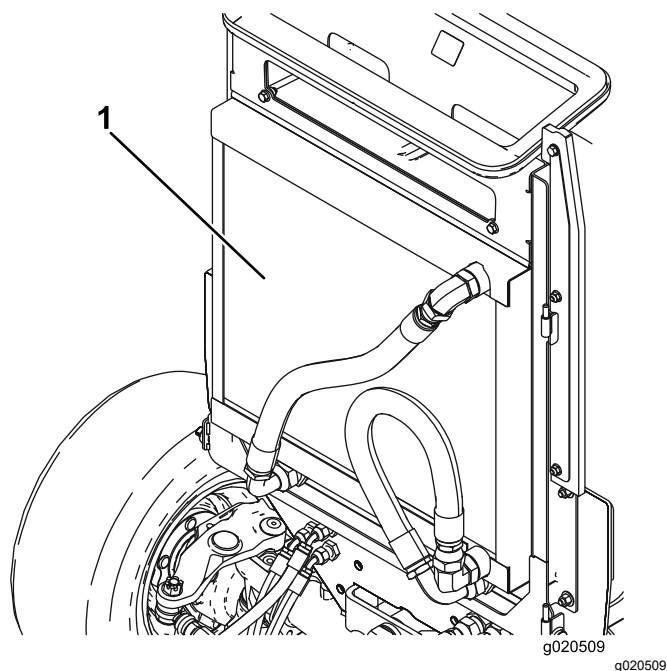

图 76
4. 用压缩空气彻底清洁油冷却器两侧/散热器区域 (图 76)。从前面开始将杂物向背面吹出。然后从背面清洁再向前面吹。重复此程序数次直至所有草屑和杂物都被清除。